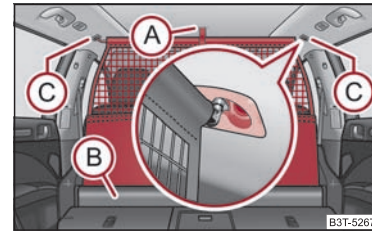

Fig. 94 Scoaterea peretelui despărțitor
- Trageți peretele despărțitor din plasă de chinga (A) ⇒ fig. 94, pentru a-l scoate din carcasa (B).
- Introduceți bara transversală în locașul (C) pe o parte și apăsați bara în față.
- În același mod fixați bara pe partea cealaltă a autovehiculului, locașul (C).
- Trageți bara în spate din suporturile din plafon, mai întâi pe o parte, apoi pe partea cealaltă, și scoateți-o din suporturi (C) ⇒ fig. 94.
- Susțineți bara transversală astfel încât peretele despărțitor să se poată rula încet și fără să se deterioreze, în carcasa (B).